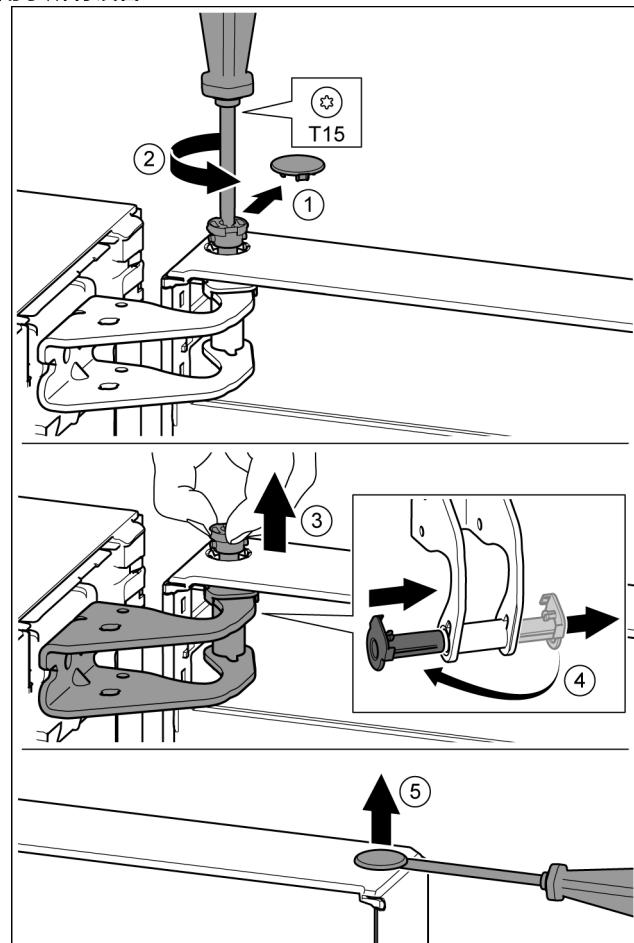

Fig. 12
- ▶ 小心拆下安全盖。Fig. 12 (1)
- ▶ 用 T15 螺丝刀拧下一枚螺栓。Fig. 12 (2)
- ▶ 抓紧门并用手指拔出螺栓。Fig. 12 (3)
- ▶ 将轴衬从导向装置拉出。从另一边装入并卡到位。Fig. 12 (4)
- ▶ 用带槽螺丝刀小心地从门轴衬上提起堵头并将其拉出。Fig. 12 (5)